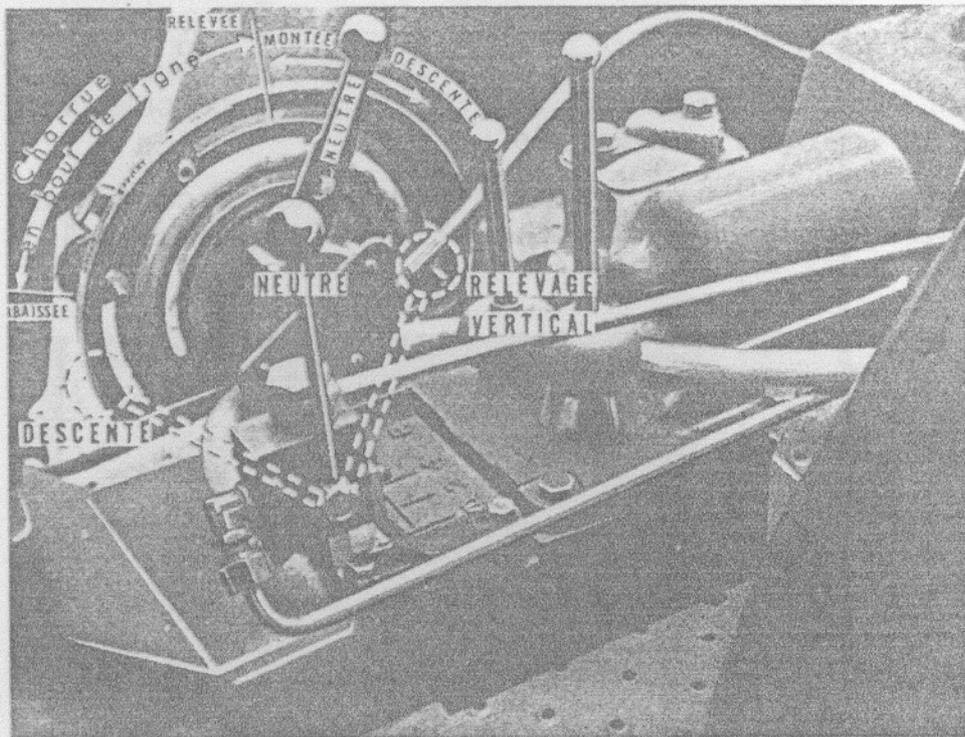

Fig. 67
Le tracteur Vigneron travaillant avec une charrue Vigneronne portée à relevage vertical est équipé d'un robinet distributeur fixé sur le couvercle de visite du carter d'embrayage (fig. 67).
- Pousser la manette du robinet distributeur vers l'AV " DESCENTE " (fig. 67).
- Relever la charrue à la verticale en tirant « la manette du robinet distributeur » (fig. 67 et 68).
- Pousser la manette du robinet distributeur vers l'avant à la position "DESCENTE" (fig. 67). La charrue bascule vers l'arrière et se met à l'horizontale.